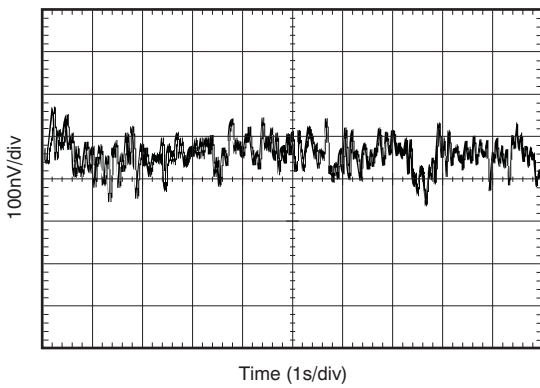

Figure 9. 0.1-Hz to 10-Hz Noise
0.1-Hz to 10-Hz Noise	<a href="#">Figure 9</a>